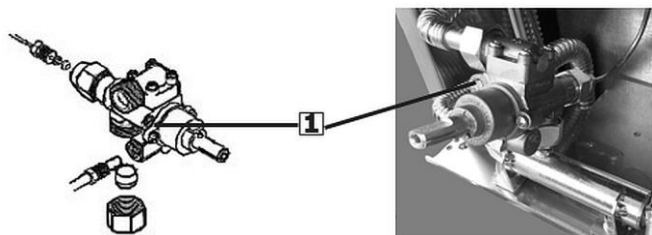

Fig. 10
1. Retirez le bouton rotatif et réglez la vis minimale ou de dérivation **1** (fig. 10).